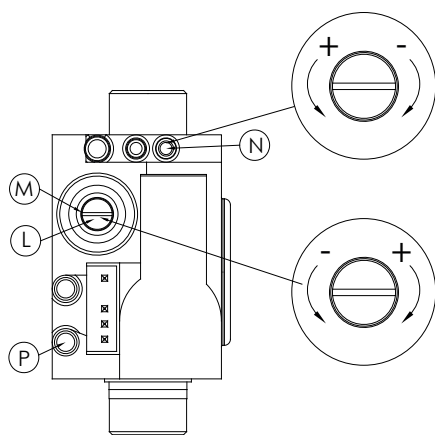

Fig. 35
- Nel caso in cui il valore di CO₂ non corrisponda eseguire la regolazione togliendo il cappuccio di protezione "L" e agire sulla vite "M" (fig. 35) del regolatore di rapporto fino ad ottenere il valore di CO₂ previsto. Ruotare in senso orario per aumentare il valore di CO₂, in senso antiorario per diminuirlo.